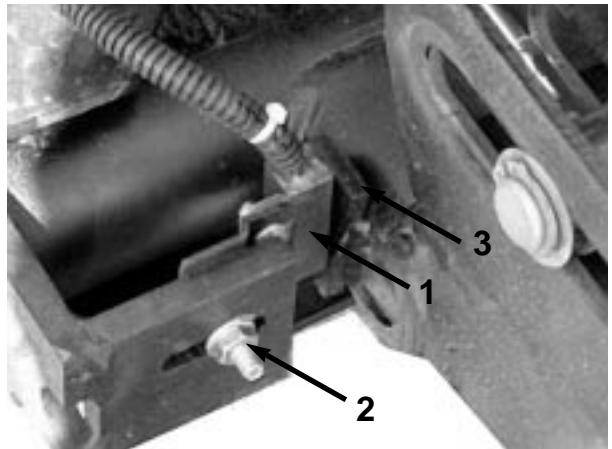

図10
- 2. 4番、6番または7番の昇降アームにスイッチプラケットを固定しているキャリッジボルトナット(図10)をゆるめる。図は4番アームを示す。